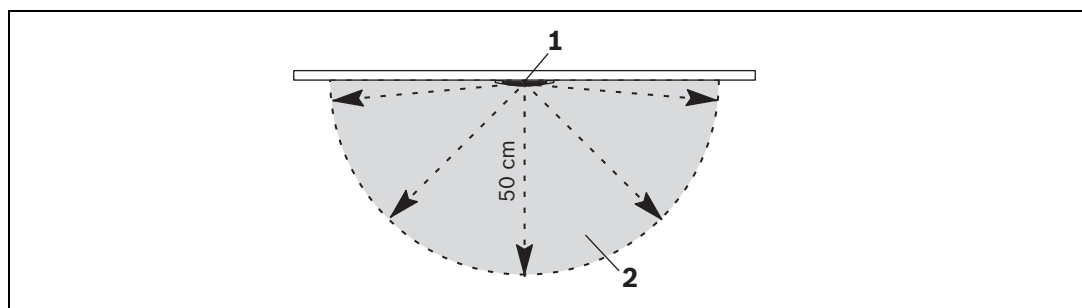

Figure 2.1 Rayon
- Un espace hémisphérique (voir *Figure 2.1 (1)*) avec un rayon de 50 cm doit être prévu sous le détecteur (voir *Figure 2.1 (2)*).